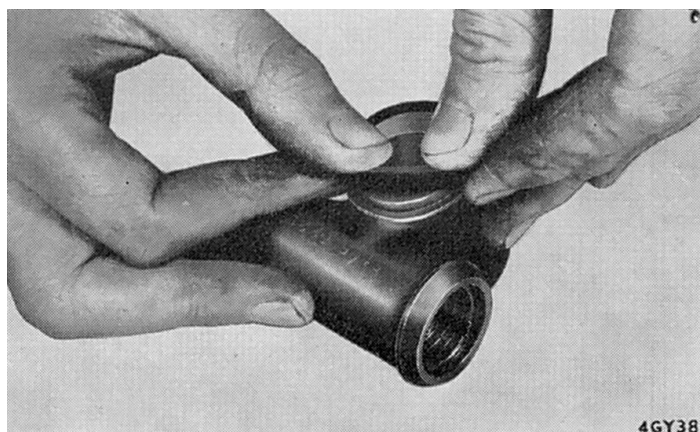

Fig. 15. Montage des joints aux bagues de nylon du tourillon inférieur
2. Monter la fusée (52) au pivot de fusée (18), en positionnant à l'horizontale le trou de goupille fendue, dans son extrémité extérieure. Fixer la fusée avec la rondelle ordinaire (24) et l'écrou Nylstop (23).
3. Monter les deux bagues en nylon (41), le coussinet d'acier (39) et faire passer les joints de caoutchouc (40) par dessus les rebords des bagues en nylon sur le tourillon inférieur (42) (voir Fig. 15).